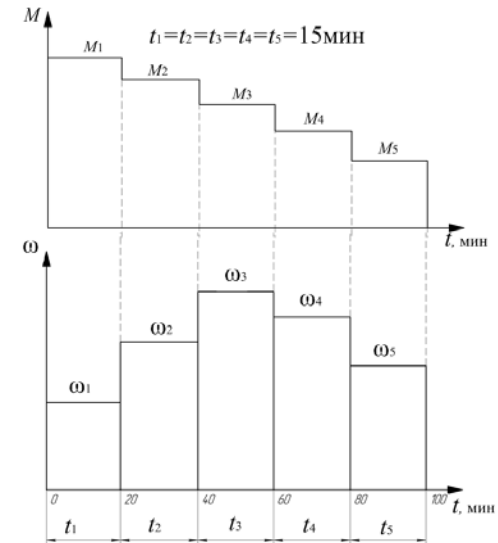

Рис. 23.1. Нагрузочная диаграмма обкаточного стэнда
• к пункту 2 плана занятия. Построить нагрузочные диаграммы момента и скорости, как показано на рис. 23.1, соблюдая масштаб построения.